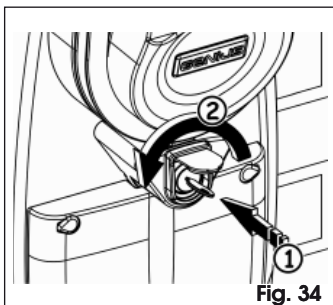

Fig. 34
1. Inserte la llave personalizada y colóquela en posición de "STOP", para ello gírela en sentido antihorario hasta su tope, Fig. 34.